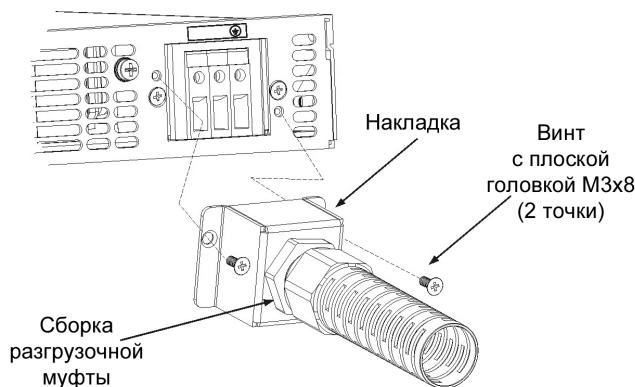

Рис.3-3: Входной разъем переменного тока и разгрузочная муфта, для моделей 1500 Вт
5. Разложите провода внутри футляра для предохранения их от сдавливания. Закрепите кожух на приборе, используя имеющиеся в комплекте винты с плоской головкой M3x8. За более подробной информацией обратитесь к Рис.3-3.